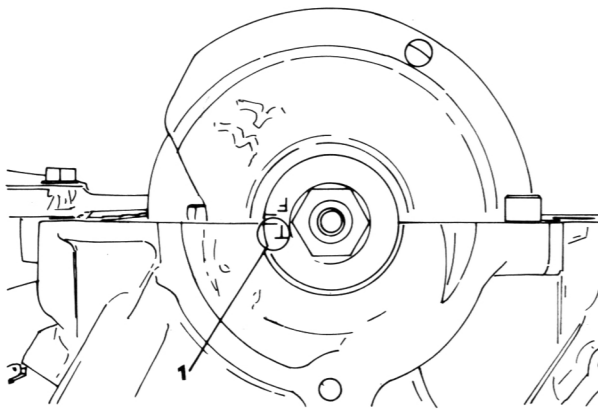

Bild 110
- Die «T»-Marke der Kurbelwelle auf die vordere Dichtungsfuge des Kurbelgehäuses ausrichten (Bild 110).